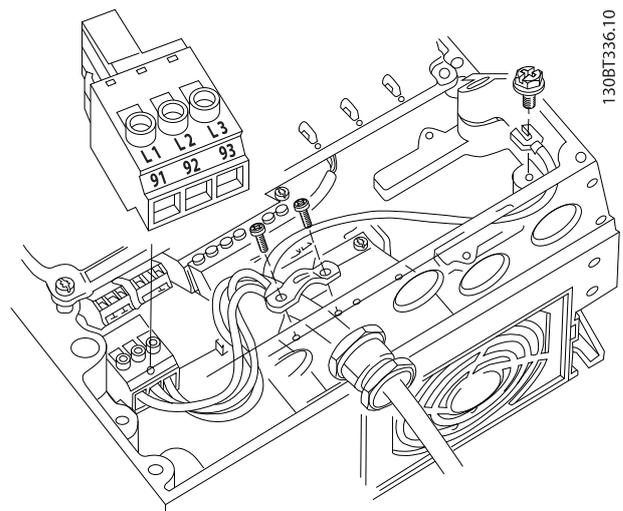

Abbildung 2.12 Netzanschluss
- Schließen Sie die 3 Phasen des Netzeingangs an die Klemmen L1, L2 und L3 an (siehe *Abbildung 2.12*).